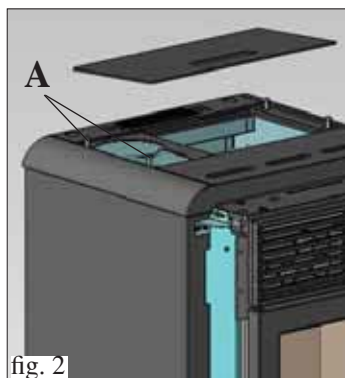

fig. 2
- Alargar (por cerca 15 mm) os dois parafusos colocados no top em ghisa debaixo da tampa em chapa (A - fig. 2).